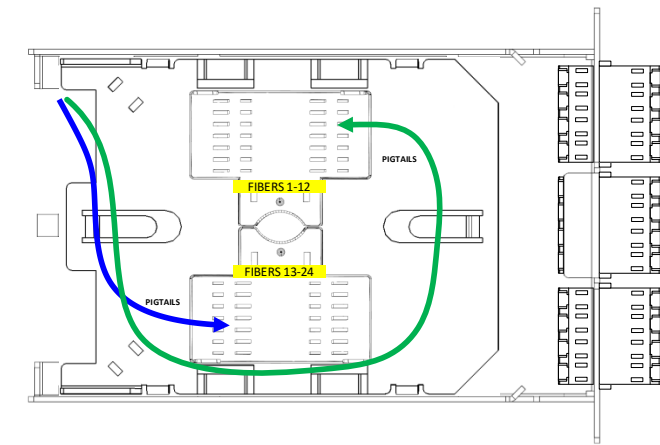
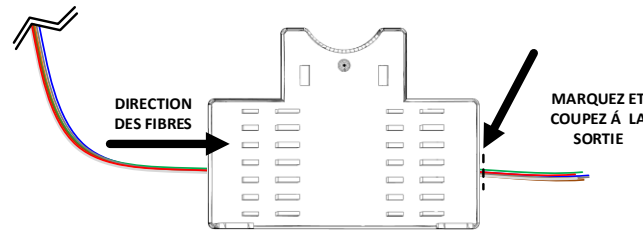
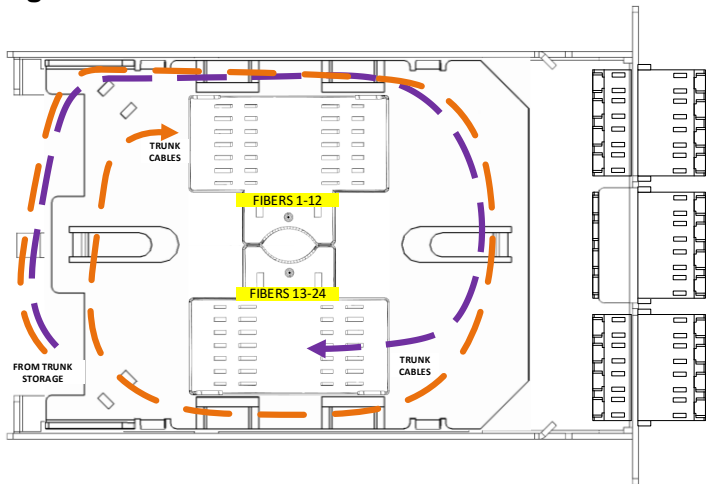

Figure 3
Figure 4
Figure 7
**3.5** Réenrouler deux boucles de mou dans l'aire de stockage supérieure. Mettre le plateau d'épissage dans la base. Acheminer les fibres de liaison de la manière illustrée à la **figure 3**, puis au centre du support de raccordement. Marquer le groupe de 12 fibres au point de sortie du support cible, de la manière illustrée à la **figure 4**. Couper les fibres à la marque, sortir le mou de fibres de liaison du module et le mettre de côté en vue de l'épissage.
**3.9** Placer le plateau d'épissage dans sa position d'installation et y acheminer les fibres d'artère. Acheminer les fibres en groupes de la manière illustrée à la **figure 7**. Marquer le groupe de 12 fibres au point de sortie du support cible, de la manière illustrée à la **figure 4**. Couper les fibres à la marque, sortir la boucle de câble d'artère du module et le mettre de côté en vue de l'épissage.